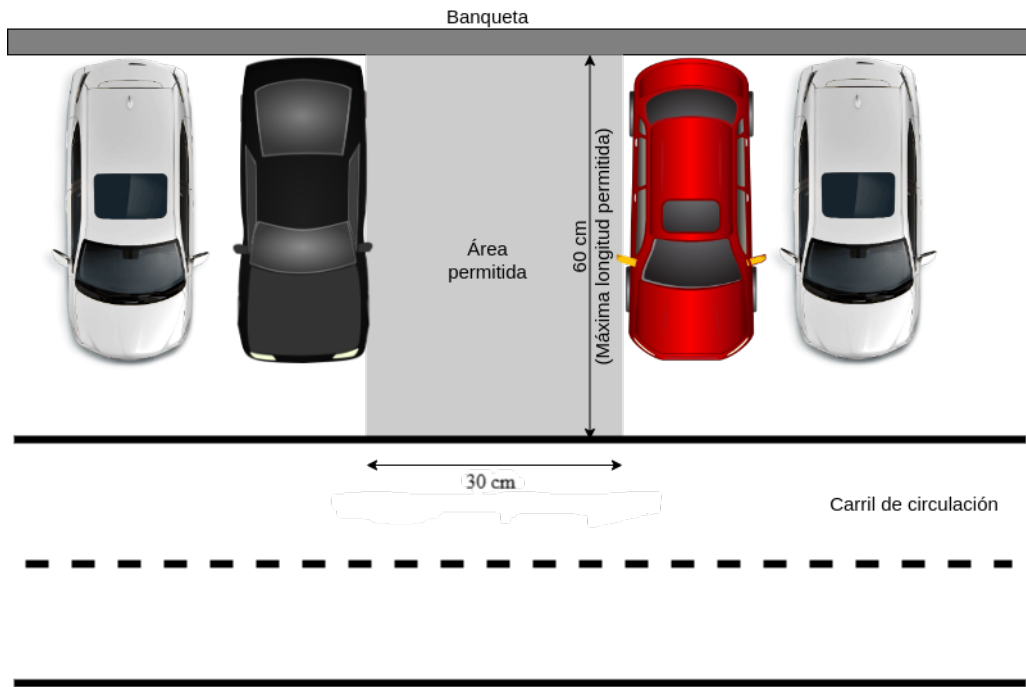

Figura 3: Zona de estacionamiento
Asimismo, habrá una zona en la pista para las pruebas de estacionamiento **en batería**, como se ilustra en la figura 3. La banqueta será delimitada por “paredes” con altura suficiente para que pueda ser detectada por los sensores del robot. El espacio para estacionarse estará delimitado por otros vehículos y no solo por paredes. Para este fin, se utilizarán los vehículos de otros equipos.
4. **Estacionamiento Autónomo.** Consiste en hacer que el vehículo pueda estacionarse en la zona designada (ver figura 3). Se arrancará el vehículo a un metro de distancia, aproximadamente, del espacio para estacionarse. Esta posición inicial estará sobre el carril de circulación. La posición y orientación inicial tendrán una ligera variación aleatoria para todos los equipos. El vehículo podrá utilizar todo el espacio y maniobras necesarias para estacionarse.
- En la prueba sobre estacionamiento autónomo, se ordenará a los equipos de acuerdo al tiempo final requerido para concluir exitosamente la prueba, luego de aplicar sanciones a aquellos autos que colisionen contra algún obstáculo (ver sección 6.3). Quien no logra estacionarse recibirá puntuación nula. Se considerará como exitosa la prueba si el vehículo queda estacionado dentro del espacio identificado en la Figura 3 como “Area permitida”.